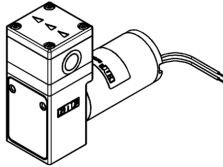

Fig. 9: optimale Einbaulage /
- Einbaulage → Die Einbaulage der Pumpe kann prinzipiell frei gewählt werden. Für maximale Genauigkeit und schnelle Entlüftung die bevorzugte Einbaulage beachten (Fig.9).